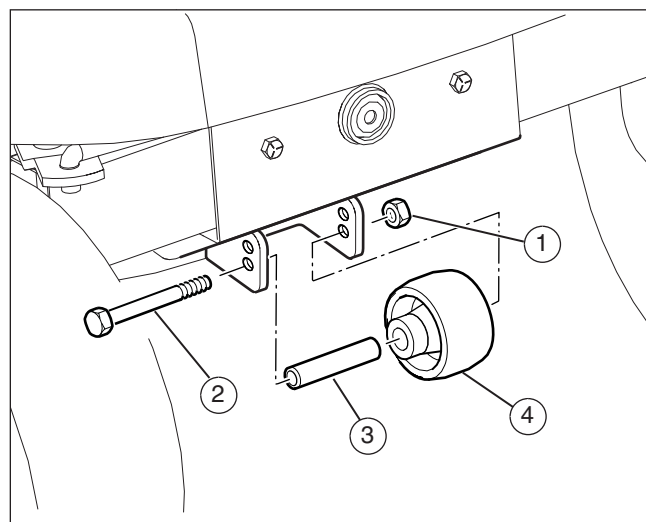

Figuur 24
1. Zorg ervoor dat de zitmaaier op een hard, vlak oppervlak (1) staat (zie **Figuur 24**).
2. Controleer de luchtdruk in de banden (2). Als de bandenspanning niet correct is, maait het maaidek niet gelijk. Zorg ervoor dat de banden zijn opgepompt tot: banden vooraan 0,97 BAR (14 PSI), banden achteraan 0,69 BAR (10 PSI).